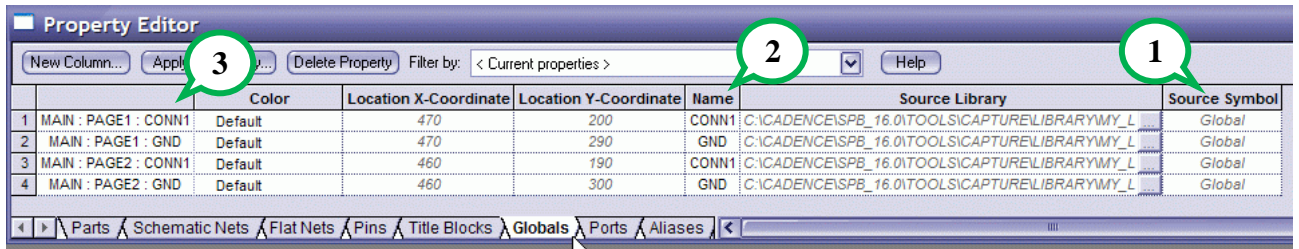

рис. 9-45
На схеме имеется 4 Global-символа (рис. 9-45). Или, можно сказать, Global Connectors. Использовался символ **Global** (1) (так мы его назвали в библиотеке). Имена символов: **CONN1** и **GND** (2). Соответствующее имя получают и подключённые к ним цепи. Символы расположены на листах **PAGE1** и **PAGE2** (3).